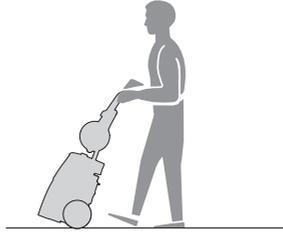

Fig. 39
- > Portez toujours l'appareil en le tenant par sa poignée (1) (Fig. 39).